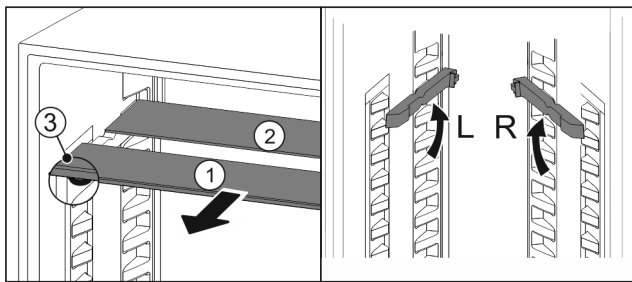

Fig. 90
- ▶ По одной извлеките Fig. 90 (1) стеклянные панели движением вперед.
- ▷ Стеклянная панель Fig. 90 (1) с декоративной планкой лежит спереди.
- ▷ Стопоры Fig. 90 (3) показывают вниз.